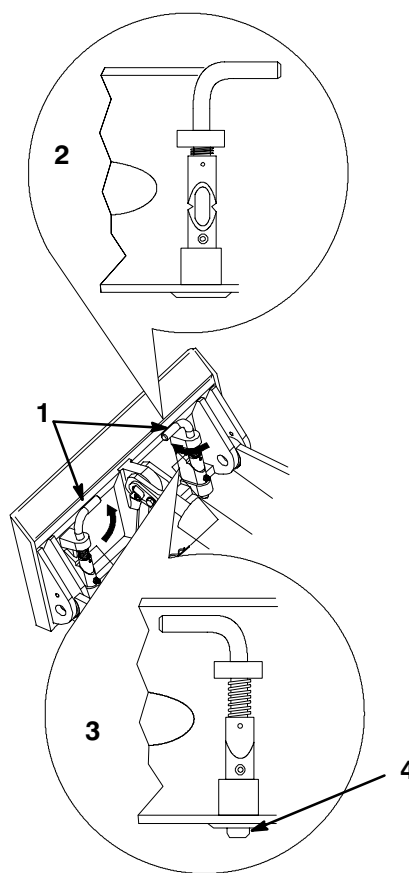

Abbildung 12
5. Die Sicherungsstifte anbringen und darauf achten, dass sie vollständig in der Montageplatte sitzen (Abb. 12).